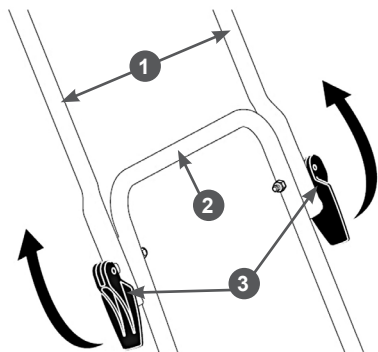

Рис. 5 Крепление верхней части рабочей рукоятки
5. Установите верхнюю часть рукоятки в рабочее положение. Поднимите верхнюю часть 1 рукоятки, выровняйте её в одной плоскости с нижней частью 2, затем затяните эксцентриковые рычаги 3 (Рис. 5).